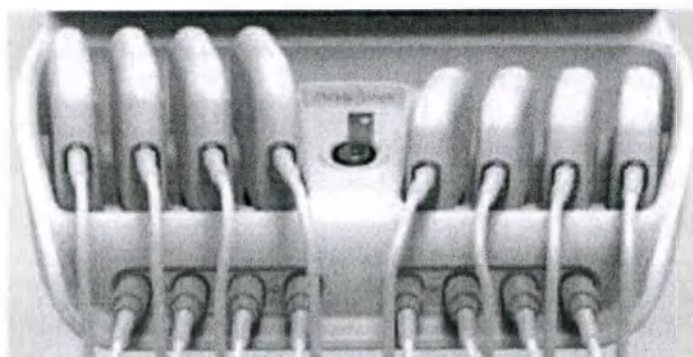

Рисунок 15 – Расположение электродов в держателе на передней части основного рабочего блока
- 5) После подключения кабеля электрода к основному блоку, установите электрод на подставке, которая расположена спереди основного блока (см. рис.15).